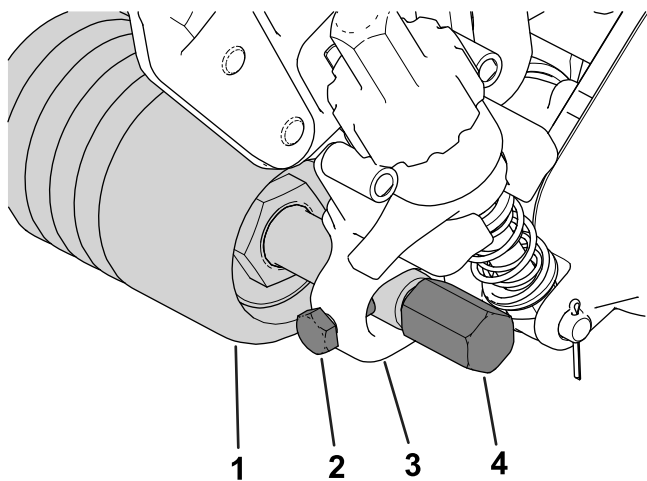
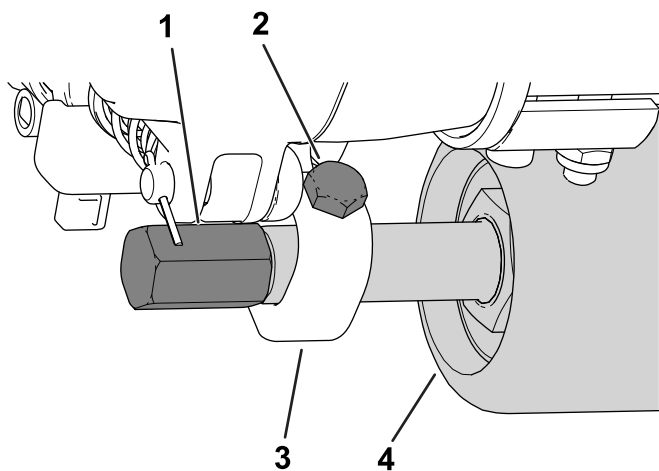

Рисунок 14
Рисунок 15
5. Вставьте и отцентрируйте вал валика между кронштейнами высоты скашивания (НОС) и закрепите его с помощью 2 крепежных винтов (Рисунок 14 или Рисунок 15).
Крепежные винты можно установить на передней стороне (как показано на Рисунок 14) или задней стороне (Рисунок 15) кронштейнов НОС. При установке винтов на передней стороне между щеткой и валиком будет зазор; при установке их на задней стороне щетка будет соприкасаться с валиком.
- Установите ограничители механической щетки с обеих сторон вала валика (**Рисунок 14**).